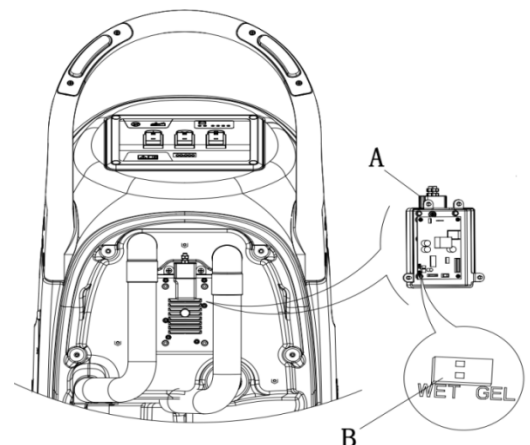

Abbildung 5
1. Vergewissern Sie sich, dass der Batteriestecker (9) gezogen ist. Die Werkseinstellung ist für GEL-Batterien. Wenn die Einstellung den eingesetzten Batterien entspricht, können Sie direkt mit Schritt 7 fortfahren. Ansonsten folgen die nächsten Schritte 2 - 5.
2. Nehmen Sie den Ablaufschlauch (15) aus der Klemme.
3. Lösen Sie die Schrauben am Steuerkastendeckel (5), dem Batteriefachdeckel (10) und der Leiterplattenhalterung (A, Abbildung 5). Drehen Sie das PCBA um, um den DIP-Schalter (B, Abbildung 5) auf den Batterietyp /NASS oder GEL) umzustellen.
4. Den Mikro-DIP-Schalter (B) in die „WET“ (NASS)-Stellung bringen.